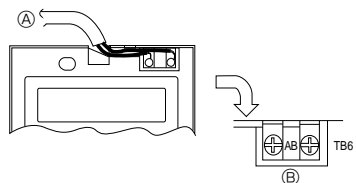

Fig. 6-4
2) Операции соединения (Fig. 6-4)
- ① Подсоедините шнур пульта дистанционного управления к блоку терминалов.